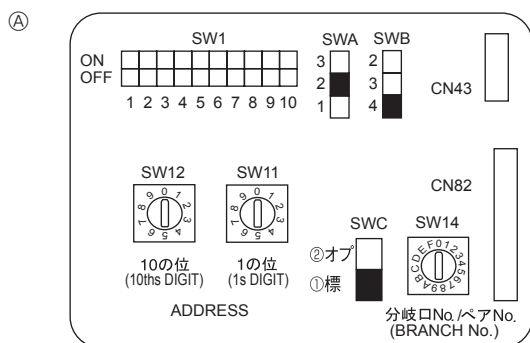

Fig. 4-4
4.6. Установка переключателей при высоком потолке или при именовании числа выходов воздуха (Fig. 4-4)
4.5. Установка адресов (Fig. 4-4)
④	4 направления	2,7 м	3,2 м	4,5 м
③	3 направления	3,0 м	3,6 м	4,5 м
②	2 направления	3,3 м	4,0 м	4,5 м
4.7. Определение температуры в помещении встроенным датчиком пульта дистанционного управления (Fig. 4-4)